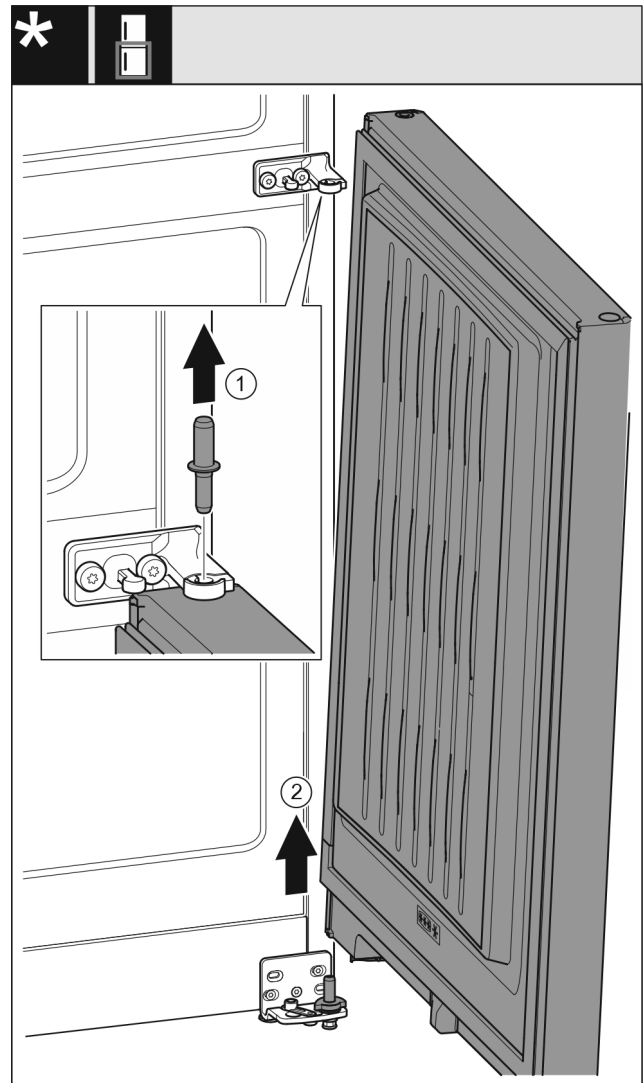

Fig. 11 Ohne Schließdämpfer
- ▶ Bolzen Fig. 11 (1) nach oben herausziehen.
- ▶ Tür Fig. 11 (2) Herausschwenken, nach oben ziehen und beiseite stellen.